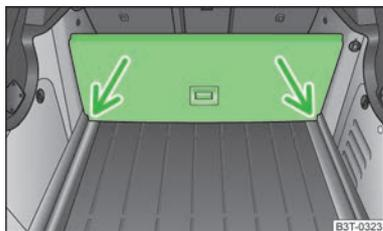

Abb. 70
- Den Teil mit der Halterung anheben und diesen durch Einschieben in die mit Pfeilen gekennzeichneten Nuten sichern » Abb. 70.